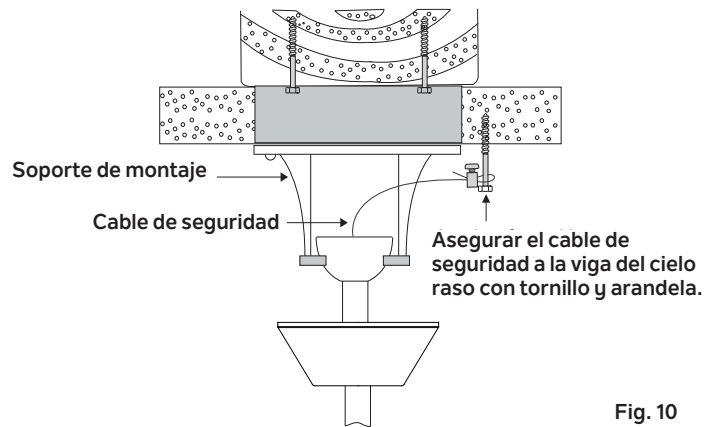

Fig. 10
Paso 1. Sujeta el tornillo para madera y las arandelas suministrados a las vigas del techo junto al soporte de montaje. (Fig. 10)